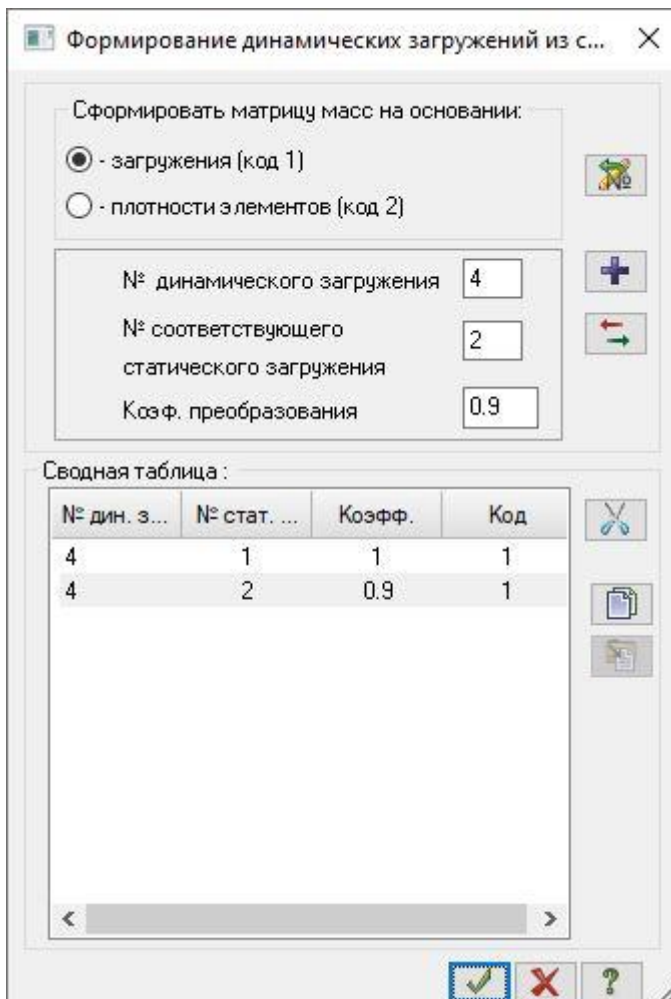

Рис.5.23. Диалоговое окно **Формирование динамических нагрузок из статических**
- Вызовите диалоговое окно **Формирование динамических нагрузок из статических** (рис.5.23)